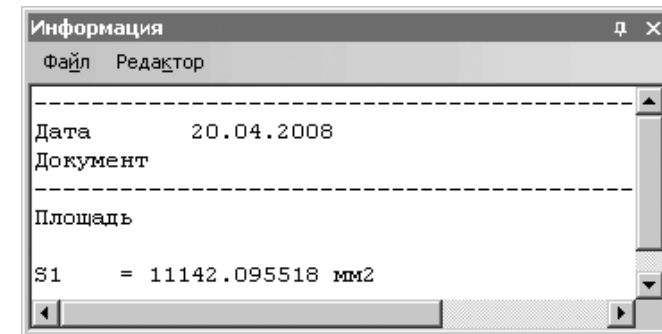

Рис. 8.47. Окно сообщений **Информация**
- щелкните мышью ближе к внешней окружности крышки изнутри. В окне сообщений **Информация** появится площадь  $S1$  эскиза между внешней окружностью, осевой окружностью и отверстиями. Эта площадь выделится красным цветом (рис. 8.47). В строке сообщений появится подсказка: **Укажите точку внутри области (около нужной границы)**;